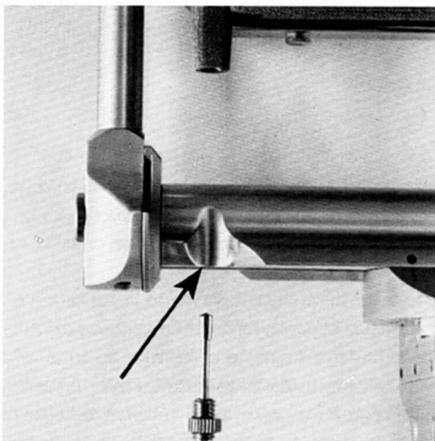

Fig. 10
- Avec les appareils SINAR 9×12/4×5" d'ancienne fabrication, comportant un raccord à baïonnette, il est nécessaire d'incliner vers l'avant les montants postérieurs pour passer du format en hauteur à celui en largeur. Pour éviter cette opération, il est recommandé de remettre à l'agence SINAR le bloc de base no. 310 H de l'appareil pour y faire pratiquer une ouverture (fig.10), à moins que celle-ci n'existe déjà.